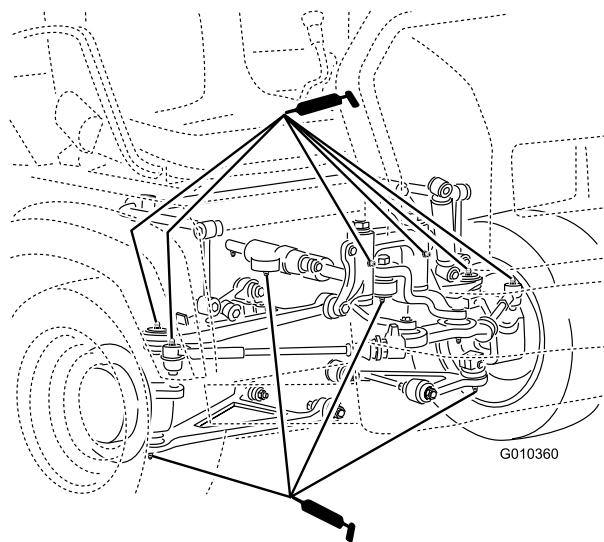

Figura 36
- Articulaciones esféricas (4), bielas (2), pivotes (2) y cilindros de dirección (2) (Figura 36)